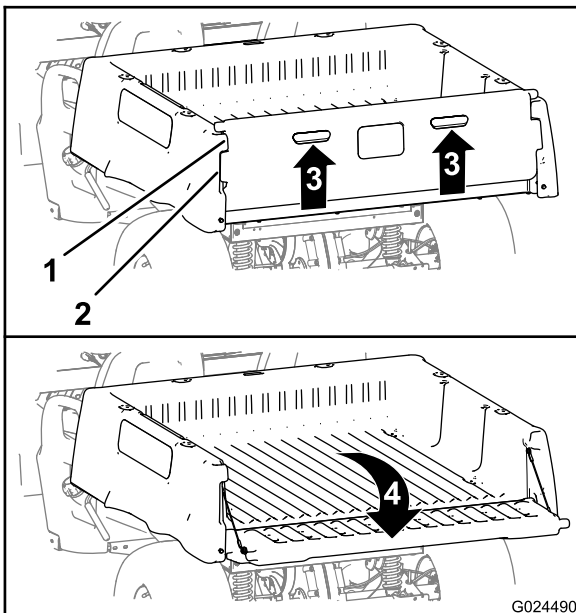

Bild 13
2. Heben Sie den Fingerzug an, der die Rückplatte an der Heckklappe zurückzieht (Bild 13).
3. Fluchten Sie die Riegelflansche an der Heckklappe mit den Öffnungen zwischen den Heckklappenflanschen an der Staubox aus (Bild 13).
4. Drehen Sie die Heckklappe nach hinten und unten (Bild 13).
2. Drehen Sie die Heckklappe nach oben und vorne, bis die Riegelflansche an der Heckklappe mit den Heckklappenvertiefungen an der Staubox bündig sind (Bild 13).
3. Senken Sie die Heckklappe ab, bis sie im Heck der Staubox sitzt (Bild 13).